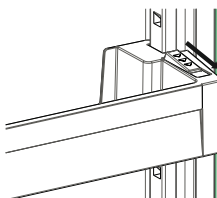

Fig.1
**Pour changer la position du balconnet Adaptilift,** tenez-le par le bas et tirez sur les boutons situés de chaque côté du balconnet dans le sens de la flèche (Fig. 1)